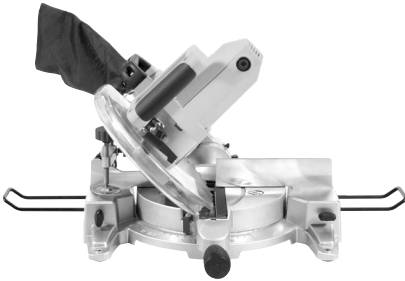

Fig. 9 – Inclinando o cabeçote
- Gire a alavanca (6) no sentido anti-horário (fig. 9);
- Incline o cabeçote para o ângulo desejado, veja na escala (10);
- Trave o cabeçote girando a alavanca (6) no sentido horário.